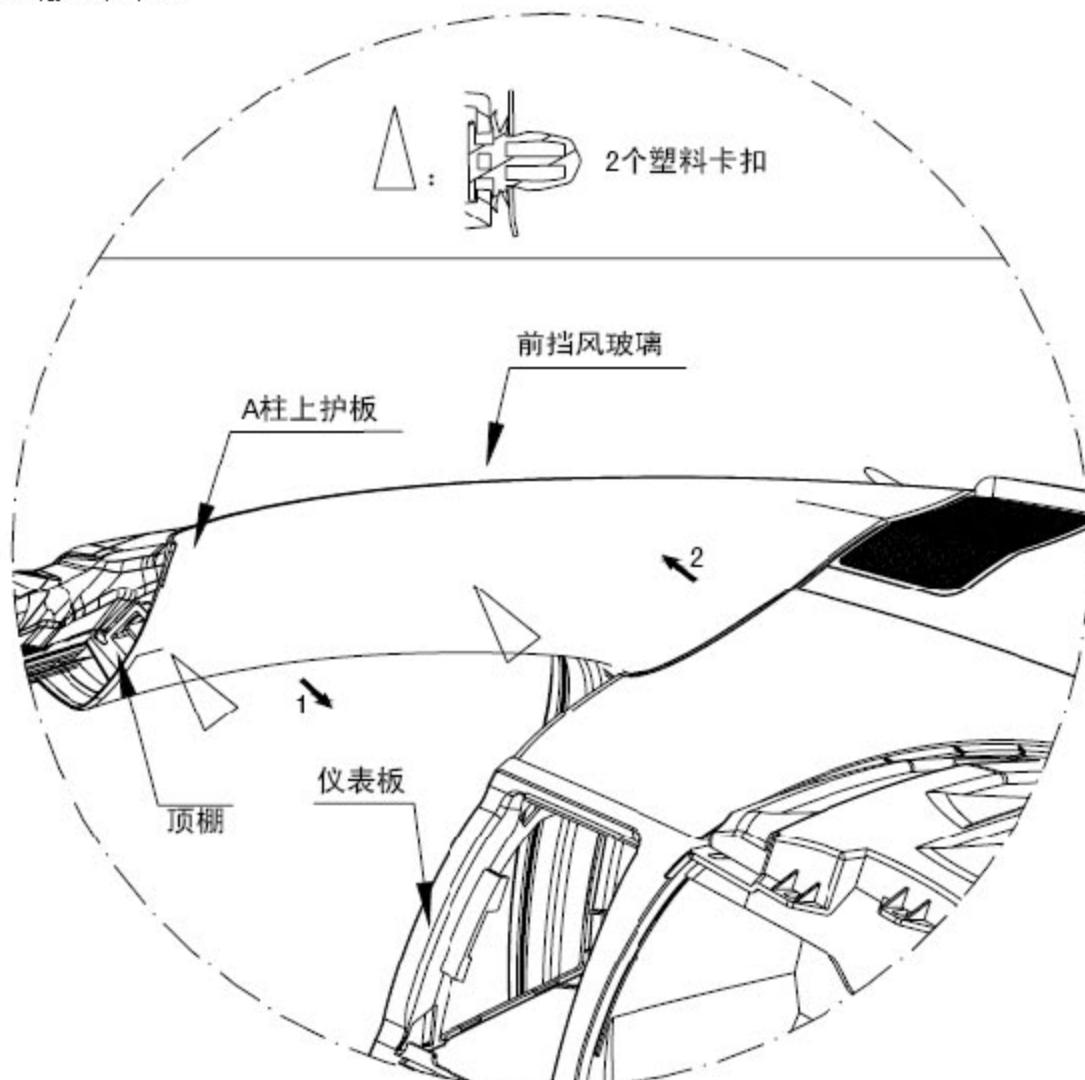

图 12-2-1 A 柱上护板拆卸示意图
A) 使用缠有保护胶带的一字螺丝刀沿图 12-2-1 中 1 方向往外撬出前部底边，用双手往外掰。
B) 把塑料卡扣紧固点（2 个）从钣金分离后，沿图 12-2-1 中 2 方向往上拿出 A 柱上护板。